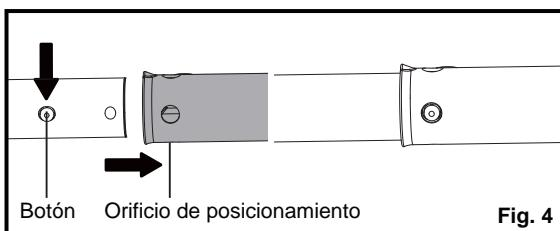

Fig. 4
- Presione el botón ubicado en el eje. Alinee el botón con el orificio de posicionamiento de la manga de conexión del eje. Deslice el eje hacia la manga de conexión hasta que el botón se bloquee en el orificio de posicionamiento (Fig. 4).